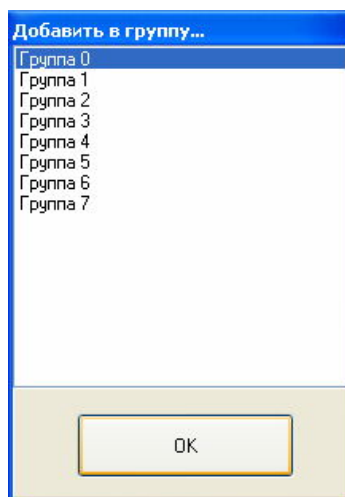

Рисунок 7 – Задание группы ключа
6. Последним этапом ввода является задание группы в которую следует поместить ключ (см. Рисунок 7). Выберите нужную группу щелчком мышки и нажмите кнопку «OK». Для отмены ввода нажмите кнопку «ESC» на клавиатуре.